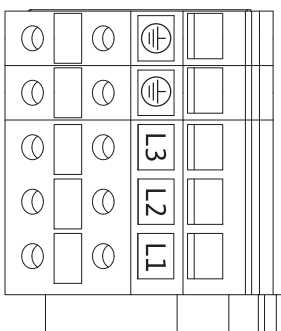

Fig. 28: Morsetti di potenza (morsetti di alimentazione dalla rete)
- Morsetti di potenza (morsetti di alimentazione dalla rete) (fig. 28)